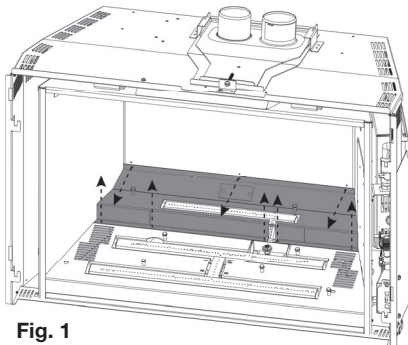

Fig. 1
- 2. Retirez les 8 vis servant à fixer le support supérieur de brûleur en place. Soulevez le support vers le haut puis sortez (**Fig. 1**).